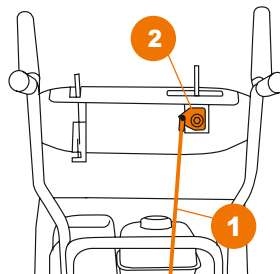

Рис. 4
ё Подсоедините штангу рычага выбора передач (1) к кронштейну рукоятки выбора передач (2) и зашплинтуйте ее (Рис. 4).